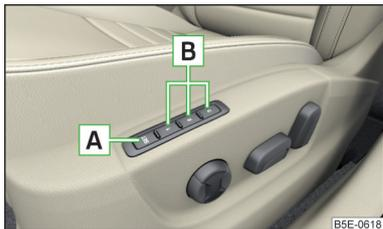

Abb. 66
Unter den Speichertasten **B** am Fahrersitz kann jeweils eine Einstellung der Fahrersitz- und Außenspiegelposition gespeichert werden » Abb. 66.
- › Die Taste SET **A** » Abb. 66 drücken und anschließend innerhalb von 10 s die gewünschte Speichertaste **B** drücken. Das Speichern wird mit einem akustischen Signal bestätigt.
- › Die Zündung einschalten und die gewünschte Speichertaste **B** » Abb. 66 drücken.